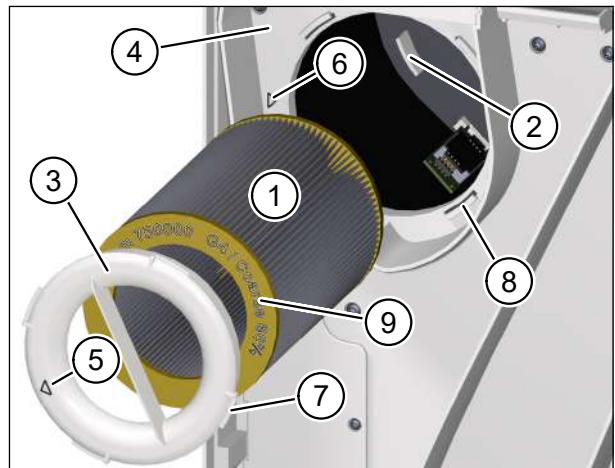

Abb. 22: Neuen Abluftfilter einsetzen
- ▶ Führen Sie den neuen Abluftfilter (Pos. 1 in Abb. 22) vorsichtig in das Lüftungsgerät ein.
- ▶ Achten Sie darauf, dass der Luftfilter in die 3 Haltenasen (Pos. 2 in Abb. 22) an der Rückwand des Lüftungsgerätes gleitet.
- ▶ Setzen Sie den Filterring (Pos. 3 in Abb. 22) auf den Abluftfilter auf. Achten Sie darauf, dass der Filterring plan auf der Zwischenplatte (Pos. 4 in Abb. 22) aufliegt.
- ▶ Drehen Sie den Filterring im Uhrzeigersinn, bis der Pfeil auf dem Filterring (Pos. 5 in Abb. 22) mit dem Pfeil der Arretierposition (Pos. 6 in Abb. 22) fluchtet. Achten Sie darauf, dass die 4 Nasen (Pos. 7 in Abb. 22) am Filterring in den Halterungen (Pos. 8 in Abb. 22) an der Zwischenplatte einrasten.
- Als Abluftfilter darf nur M-WRG-II FS, Art.-Nr. 200267, verwendet werden. Art.-Nr. und Luftfilterklasse sind auf der gelben Endscheibe des Luftfilters (Pos. 9 in Abb. 22) eingepreßt.